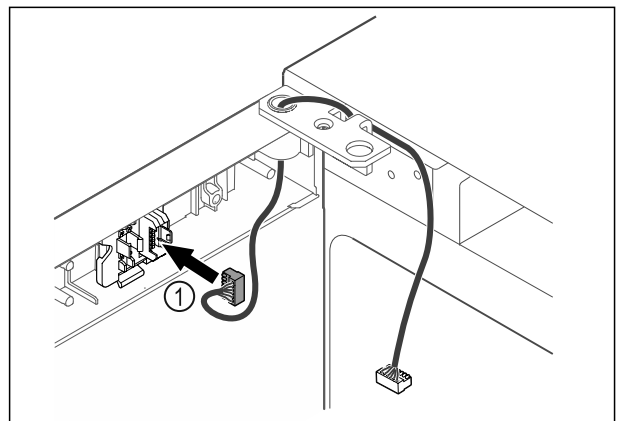

Fig. 45
- ▶ Stekker Fig. 45 (1) in steekhouder steken.